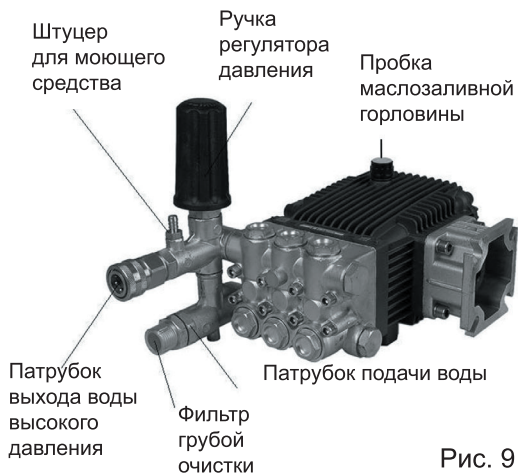

Рис. 9
4. Подключите всасывающий шланг к патрубку подачи воды (рис. 9)
5. Подключите шланг высокого давления (в/д) к патрубку выхода воды высокого давления (рис. 9).
Открутите крышку бензобака (рис.9). Под крышкой расположен сетчатый фильтр, который препятствует попаданию мусора в бензобак при заливке топлива. Залейте в топливный бак топливо (бензин АИ92) до необходимого уровня. Заливать топливо в бак необходимо через воронку, или из специальной канистры с удлиненной горловиной (рис. 18). После дозаправки надежно закрутите крышку бензобака.